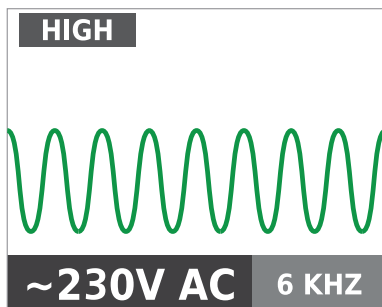

Figura 3.2b
3. Seleccione el modo de señal HIGH (ALTO) para la mayoría de las aplicaciones. La pantalla aparecerá como se muestra en la Figura 3.2b.